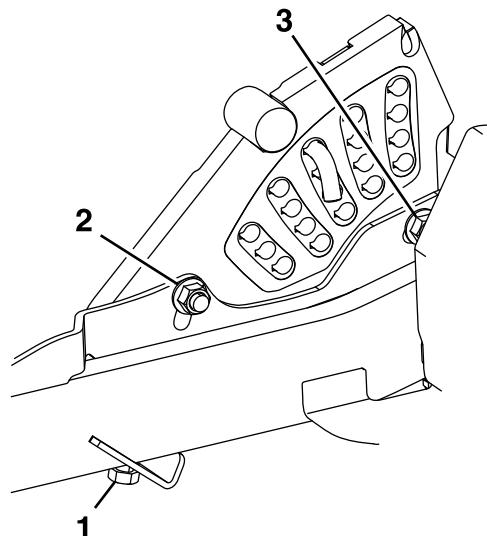

Bild 83
- Wenn die vier Einstellvorrichtungen des Mähwerks nicht ausreichend eingestellt sind, um die genaue Schnitthöhe mit dem gewünschten Rechen zu erreichen, können Sie die zentrale Einstellsystem (Bild 83) einstellen.
14. Um das zentrale Einstellsystem einzustellen, lösen Sie zunächst die vorderen und hinteren Befestigungsschrauben für die Höhenverstellplatte (Bild 83).
- 16. Ziehen Sie die zwei Schrauben unten an der Schnitthöhenplatte an (Bild 83).